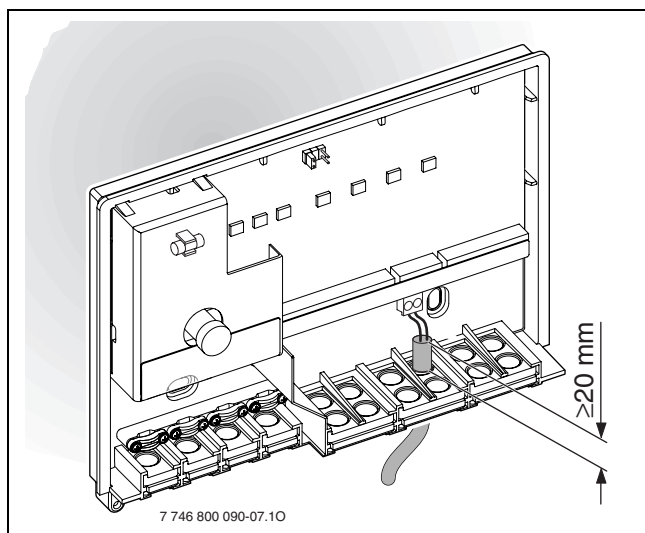

Bild 12
Für Spritzwasserschutz (IP): Leitungen so verlegen, dass der Kabelmantel mindestens 20 mm in der Kabeldurchführung steckt (→ Bild 12).